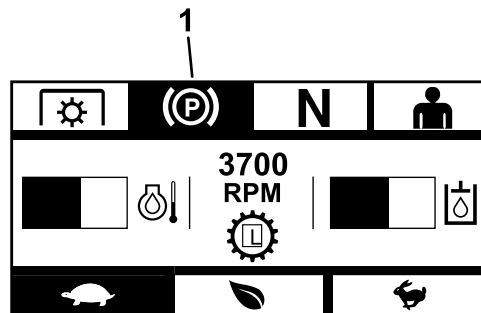

Figura 8
**Nota:** Cuando el freno de estacionamiento está activado, el símbolo del freno de estacionamiento aparece en la pantalla (Figura 8).